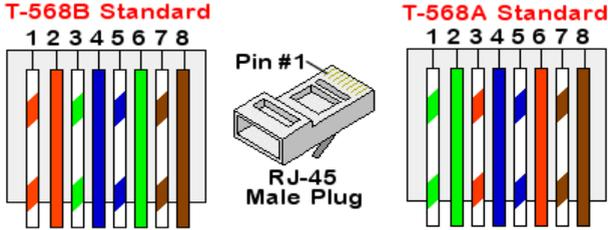

Figura 19: cableado Standard
- Inserte ocho hijo en el conector RJ45, como se describe en la Figura 19.
4 En el lado del router / switch, utilice un cable pre-prensada o utilizar una herramienta de engaste a preparar el conector de comunicación RJ45: insertar el ocho hijo en el conector RJ45 en el mismo orden que en la Figura 19.